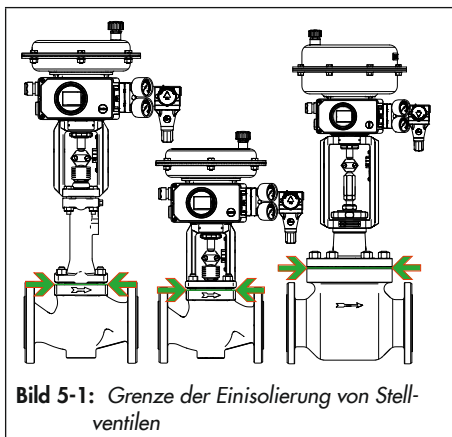

Bild 5-1: Grenze der Einisolierung von Stellventilen
- *Stellventile nur bis zum Deckelflansch der Ventilgehäuse einisolieren, vgl. Bild 5-1. Dies gilt auch für Ausführungen mit Isolierteil bei Mediumtemperaturen unter 0 °C (32 °F) oder über 220 °C (428 °F). Wird das Isolierteil mit einisoliert, verliert es seine Funktion!*